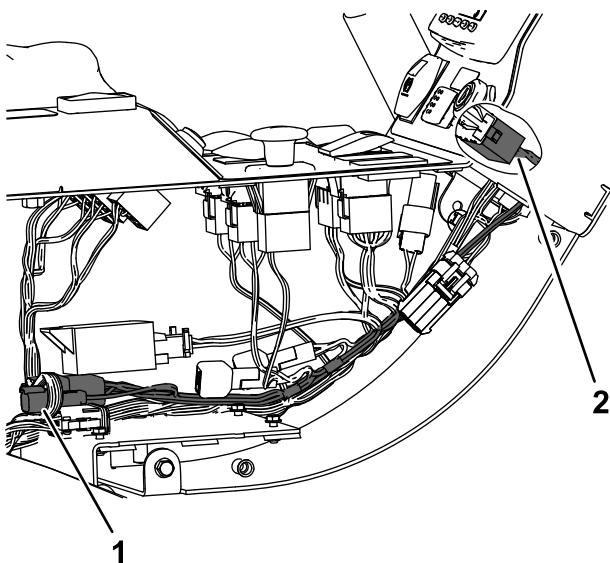

Рисунок 5
1. Подсоедините новый жгут проводов к переключателю вспомогательного тормоза (Рисунок 5).
2. Подсоедините разъем питания осветительного прибора по стандарту ЕС к переключателю вспомогательного тормоза (Рисунок 5).